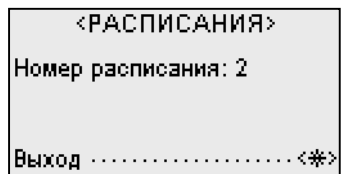

Рис. 25 Экранная форма <РАСПИСАНИЯ>
- в экранной форме (см. Рис. 25) ввести с клавиатуры изделия номер расписания;